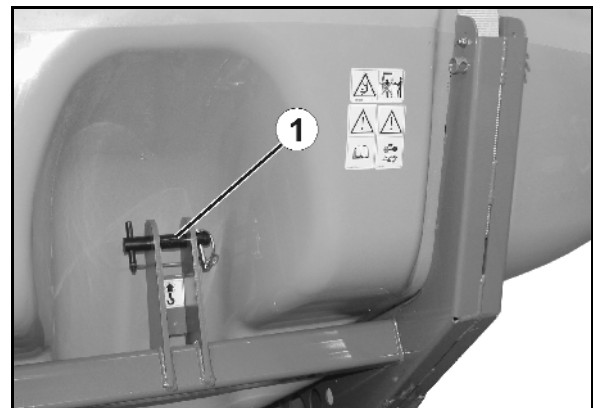

図 4
- 後側に 1 箇所の取り付けポイント (図 4/1) があります。